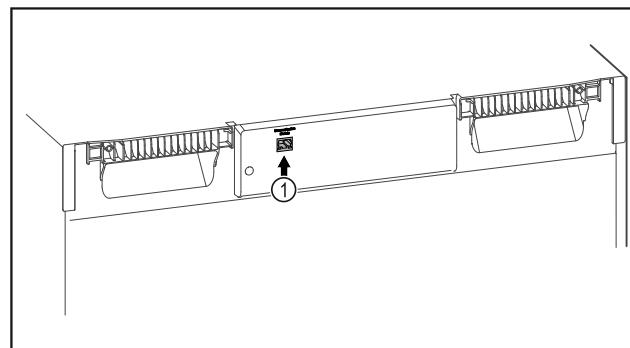

Fig. 102
- SmartModule Fig. 102 (1) ir ievietots.